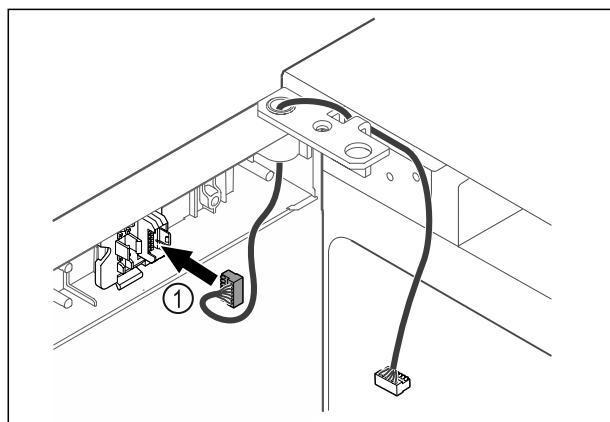

Fig. 49
- Вставьте штекер *Fig. 49 (1)* в держатель.